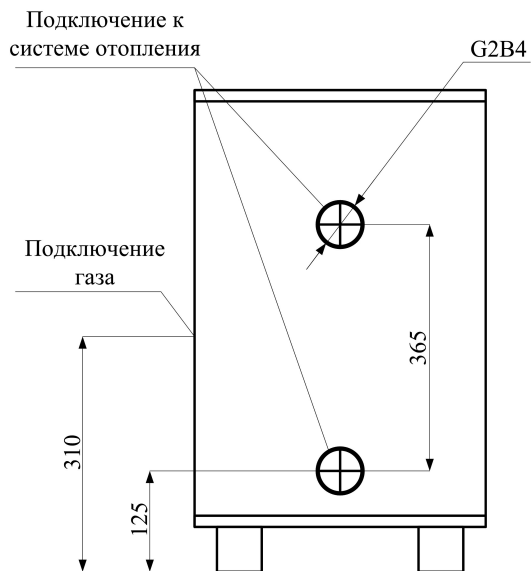

Рис. 2. Схема подключения котлов КСГ-10, КСГ-12,5
Отпустите ручку управления и убедитесь что запальная горелка горит (рис.2). Если запальная горелка погасла, повторите процедуру зажигания.
1. Нажмите кнопку включения и удерживайте её в нажатом состоянии (рис. 2).
Нажмите кнопку розжига и подожгите запальную горелку, удерживая ручку полностью нажатой в течение нескольких секунд (рис. 2). Отпустите ручку управления и убедитесь, что запальная горелка горит. Если горелка погасла, повторите процедуру розжига.